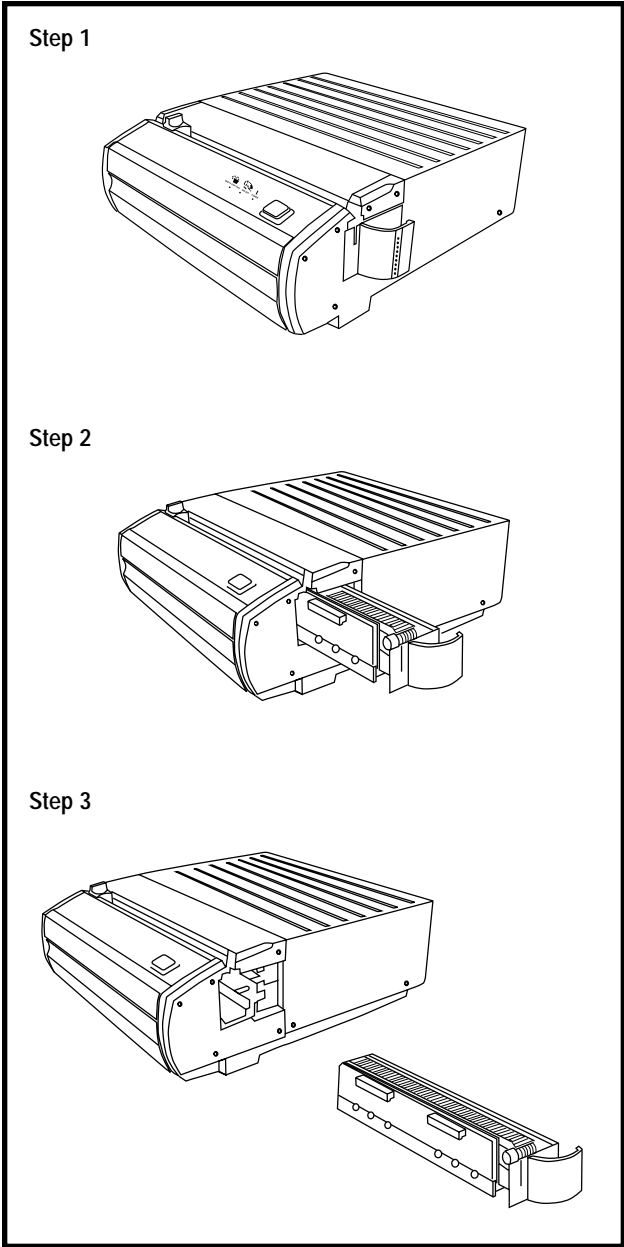

Figure 2
Removing Die Sets from the Machine (Figure 2): The interchangeable die set slot of the MP2500iX is located on the right front side of the machine. If a die set "M" is already installed in your MP2500iX, you can easily remove the die set by following these instructions:
Step 2: Securely grasp the handle and tug firmly (see Figure 2). This firm tug disengages the Automatic Latching Mechanism, and allows the die set to slide out.
Ausbau eines Locherblocks: (Abb. 2) Sie finden den Einschub für den auswechselbaren Locherblock an der Vorseite des MP2500iX. Ist bereits ein Locherblock "M" im MP2500iX installiert, können Sie diesen einfach entfernen. Gehen Sie dabei folgendermaßen vor:
- 2. Schritt:** Halten Sie den Griff fest und ziehen Sie kräftig daran (siehe Abb. 2). Mit einem kräftigen Ruck wird der automatische Verriegelungsmechanismus gelöst, so dass der Locherblock herausgezogen werden kann.
Retrait des ensembles de matrices de la machine : (figure 2) Le logement de l'ensemble matrice interchangeable de la MP2500iX est situé sur le côté avant droit de la machine. Si un ensemble matrice "M" est déjà installé dans la MP2500iX, il est possible de le retirer facilement en suivant ces instructions :
- Étape 2 :** Bien tenir la poignée et tirer fermement (voir figure 2). Ceci dégage le mécanisme de verrouillage automatique et permet à l'ensemble matrice de coulisser vers l'extérieur.